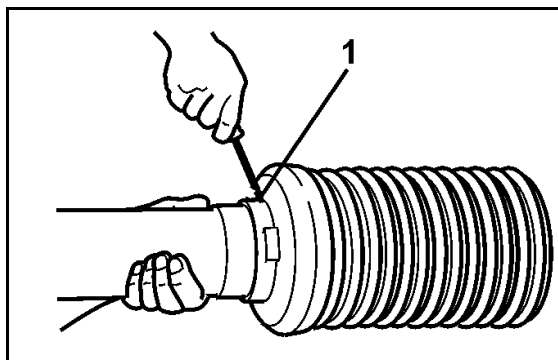

Рис. 50
2. Выверните фиксирующий винт (Рис. 50/1) на гофрированной части защитного кожуха.